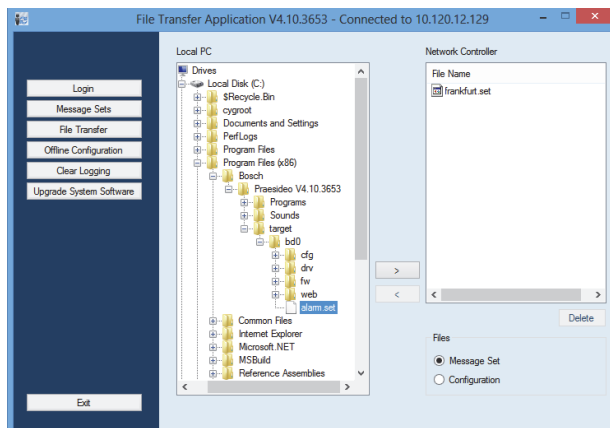

figura 45.10: Transferindo uma unidade de mensagens
- 1 Na aplicação *File Transfer*, primeiro, inicie sessão e, depois, clique no botão *File Transfer*. Aparece um ecrã semelhante ao da figura 45.10.